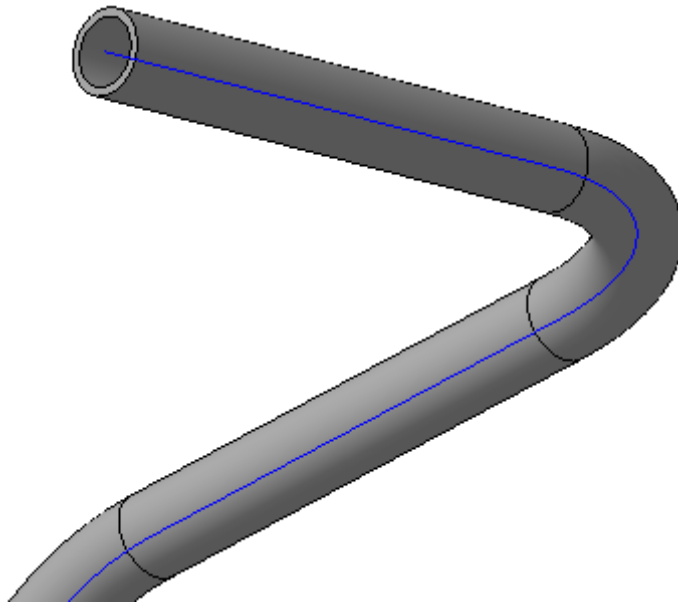

Рисунок 30.
- Увеличьте масштаб отображения так, чтобы торец трубы стал хорошо виден (рис. 30).